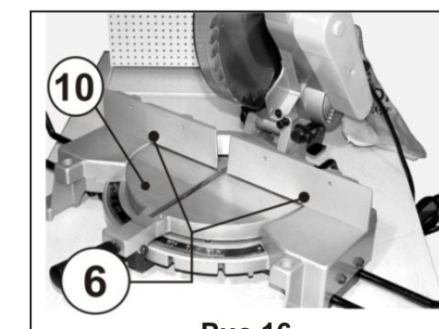

Рис.16
Если фронтальный упор (6), Рис. 16, был снят с основания пилы, его необходимо установить под углом 90° к пильному диску. Поместите угольник одной стороной плотно к фронтальному упору (6), а другой - к прорези в столе, Рис.16. Установите фронтальный упор под углом 90° к прорези в столе. Затяните четыре винта. **ПОМНИТЕ:** после установки фронтального упора под углом 90° к прорези в столе (10) может потребоваться дополнительная регулировка, уже описанная в разделе 11.1.
Положите деталь на стол (10) и твердо прижмите ее к фронтальному упору (6), Рис.16.
Если размер детали заставляет вас держать руку в пределах 10см от пильного диска, деталь следует закрепить струбциной (7), Рис.1, к фронтальному упору (6), Рис.16, до начала пиления.
Никогда не пилите навесу. Деталь должна быть плотно прижата к столу (10) и фронтальному упору (6), Рис.16.